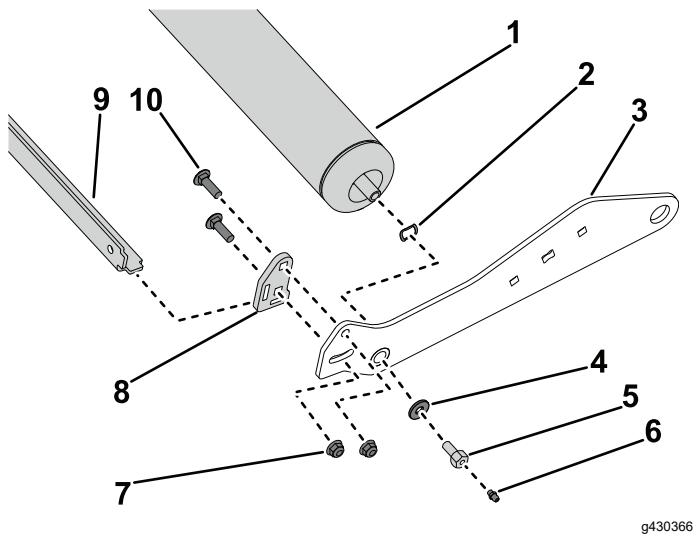

Figura 3
1. Coloque la arandela de muelle en cada extremo del eje del rodillo (Figura 3).
2. Coloque un brazo de rodillo en cada extremo del eje del rodillo (Figura 3).
3. Sujete el brazo del rodillo a los 2 ejes del rodillo con la arandela endurecida (lado derecho solamente) y los 2 tornillos del eje del rodillo. Enrosque los 2 engrasadores en los 2 tornillos del eje del rodillo si no se montaron anteriormente (Figura 3).
4. Introduzca las pestañas de montaje del rascador de rodillo en las ranuras de cada uno de los brazos del rascador (Figura 3).
5. Instale los brazos del rascador en los brazos del rodillo (Figura 3).
6. En el lado izquierdo del brazo del rodillo, sujeté el brazo del rascador al brazo del rodillo con 2 tornillos de cuello cuadrado ($\frac{3}{8}$ ") y 2 tuercas nyloc ($\frac{5}{8}$ ") (Figura 3). Repita este procedimiento en el brazo de rodillo derecho.